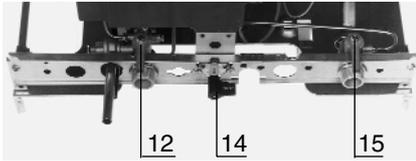

Fig. 18
### 1) Remplissage du circuit de chauffage (fig. 18).
1) Tourner vers la gauche la manette du robinet (14) d'arrêt de gaz.
2) Placer l'interrupteur (22) (fig.18 a) sur la position "Marche", pour obtenir du chauffage (en enclenchant le thermostat d'ambiance si nécessaire). Le voyant vert s'allume.
Fig. 18 a
Après quelques instants, le voyant rouge s'allume, appuyer alors sur le bouton (21) (fig. 18 a) de réarmement du boîtier électronique pour que le cycle d'allumage recommence.